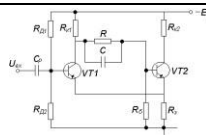

Рис. 1.23
23. Показать путь протекания тока в схеме триггера Шмитта (рис.1.23) при подаче на вход сигнала отрицательной полярности. Начертить временную диаграмму $U_{k2}(t)$.